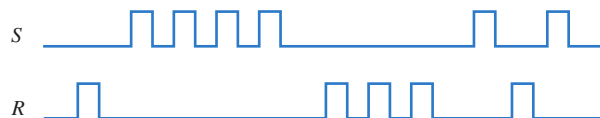

FIGURA 7-69
2. Resolva o Problema 1 para as formas de onda dadas na Figura 7-69 aplicadas num latch S-R com entradas ativas em nível ALTO.